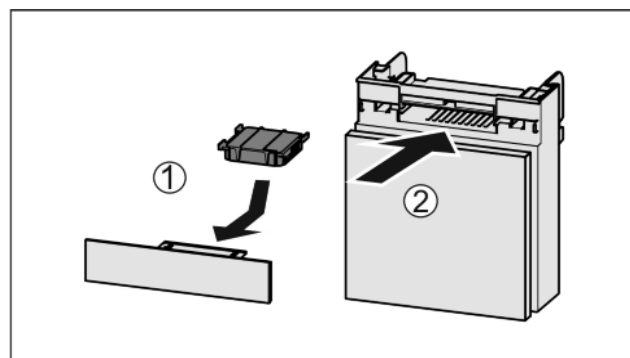

Fig. 52
- ▶ Aktivni ogljeni filter vstavite Fig. 52 (1) skladno s prikazom na sliki.
- ▶ Predal potisnite noter Fig. 52 (2).